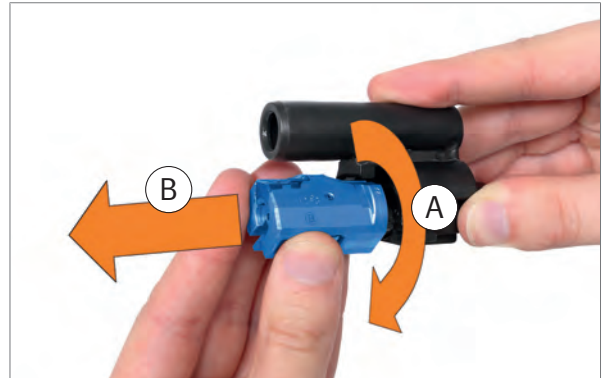

Abb. 26: Verschlusskopf entnehmen
2. Verschlusskopf drehen (Abb. 26).
3. Verschlusskopf nach vorne aus dem Verschlusssträger entnehmen (Abb. 26).